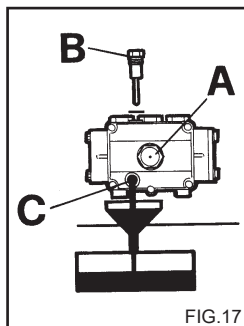

FIG. 17
2) Atsukite kamštį su alyvos lygio matuokliu (fig. 17).